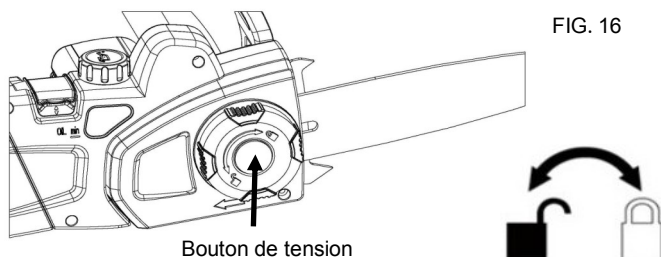

FIG. 16
12. Remettez le couvercle de chaîne en place. Serrer en tournant le bouton dans le sens horaire mais en permettant au guide de se déplacer pour le réglage de la tension. Éliminer le mou de la chaîne en tournant son tendeur dans le sens horaire jusqu'à ce qu'elle soit fermement en place contre le guide, avec les maillons d'entraînement dans la gorge. (Fig. 16)